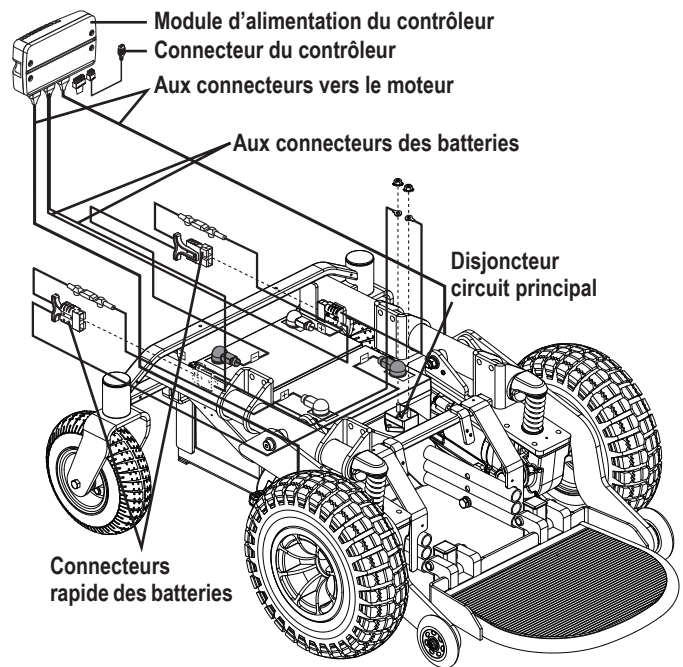

Figure 1. Composantes électriques
Votre fauteuil motorisé possède deux composantes principales: le module de siège et la base motorisée. Typiquement, le module de siège est composé des accoudoirs, du dossier et de la base du siège. La base motorisée comprend un ensemble moteurs/freins double, deux roues motrice, deux roues pivotantes, deux roulettes antibascule, deux batteries et les composantes électroniques. **Voir Quantum/Jazzy 1450 Série (page 4) et figure 1.**
Les composantes électriques sont le contrôleur, les batteries et les moteurs. Les batteries, les moteurs et le module d'alimentation du contrôleur (si équipé) sont situés sur la base motorisée. Le contrôleur est situé sur le module de siège. Les composantes sont reliées entre elles à l'aide de un ou plusieurs câbles. **Voir la figure 1.**
5. Branchez le connecteur du contrôleur dans la base motorisée. **Voir la figure 1.**
3. Débranchez le/les connecteur(s) du contrôleur de la base motorisée. **Voir la figure 1.**